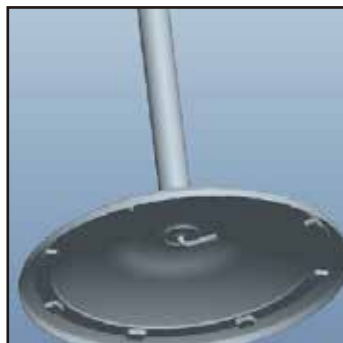

Figure 3.
3. Inclinez la **Base** et serrez la **Vis manuelle en 7** sur le **Tube télescopique** dans le sens des aiguilles d'une montre. *Figure 3.*